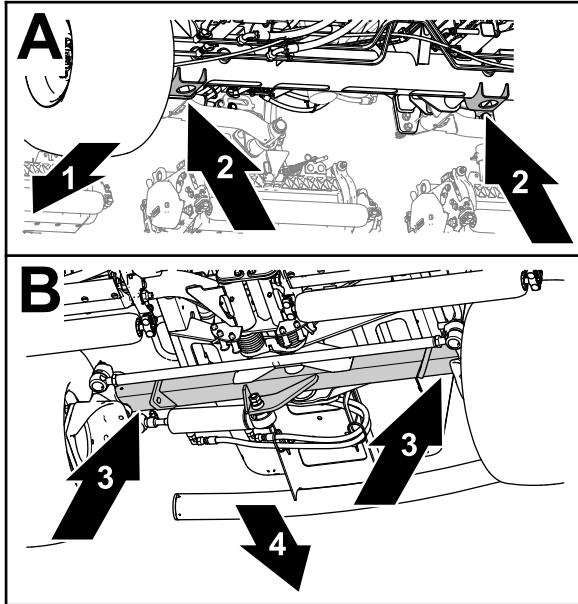

Figura 65
- Delante – los puntos de apoyo del gato del tubo del eje delantero (Figura 65).